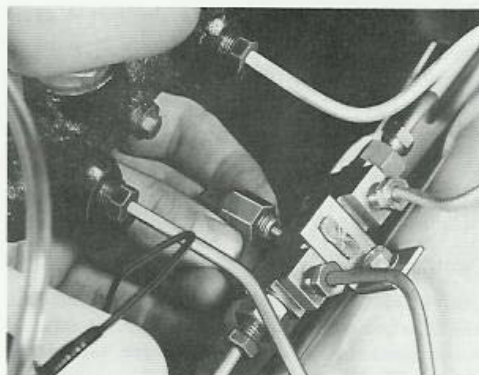

Bild 61. Demontering av varningskontakt
1. Lossa elledningen och skruva ur varningskontakten (bild 61) varvid kolvarna återgår till normalläge.
2. Gör rent kring lock på bromsvätskebehållare samt kring kontakt på varningsventil. Demontera varningskontakten, jämför bild 61 om det gäller 2-kretssystem. Påfyll vid behov bromsvätska till behållarens max.-märke.